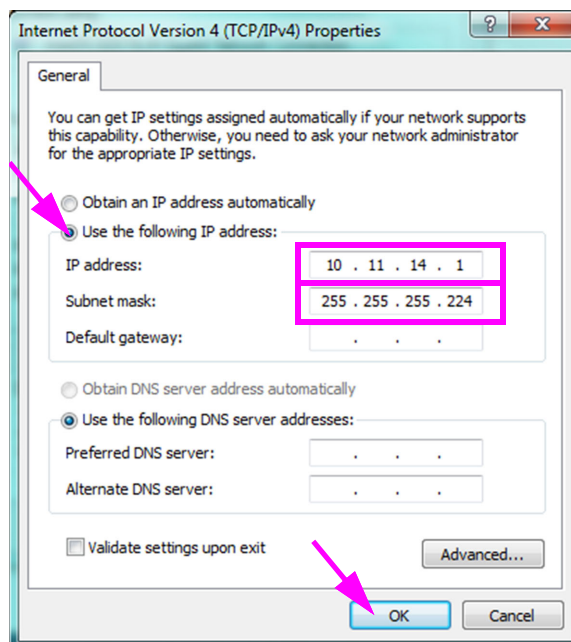

Figura 2-43. Internet Protocol Version 4 (TCP/IPv4) Properties [Propriedades do Protocolo IP Versão 4 (TCP/IPv4)]
9. Neste ecrã, seleccione **Use the following IP address: (Utilizar o seguinte endereço IP):**. Consulte a figura 2-43.